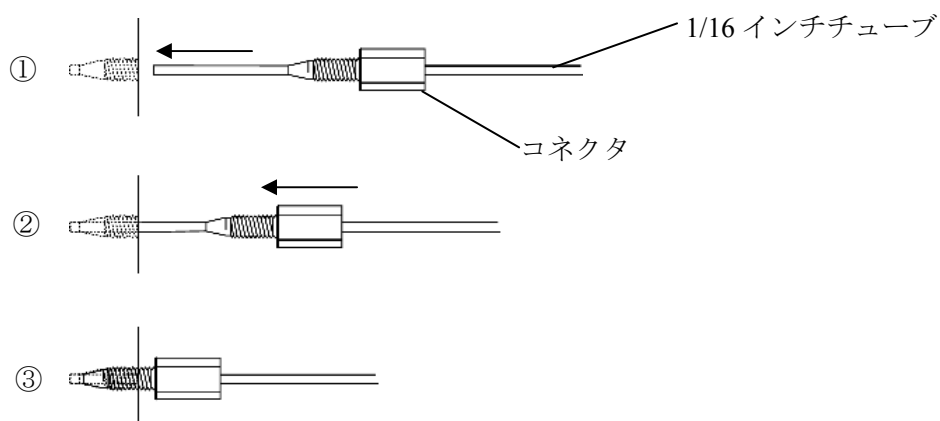

図4 バルブへの配管接続
バルブへの配管接続は、①チューブにコネクタを通して先端を1-2 cm 出しておきます。②チューブ先端をバルブポートの奥まで押し当てながら最初は手で締め込みます。③手でこれ以上まわせなくなるまでオシネを締め込んだら、最後にスパナで1/2～3/4 回転締め込みます(図4)。